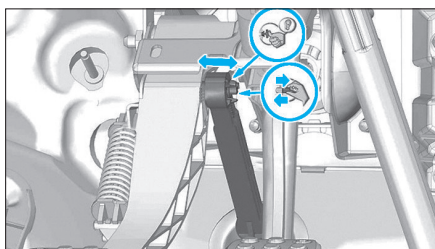

FIG. 11
- Contrôler le bon enclenchement de la tige du cylindre émetteur (Fig.11) en tirant dessus.